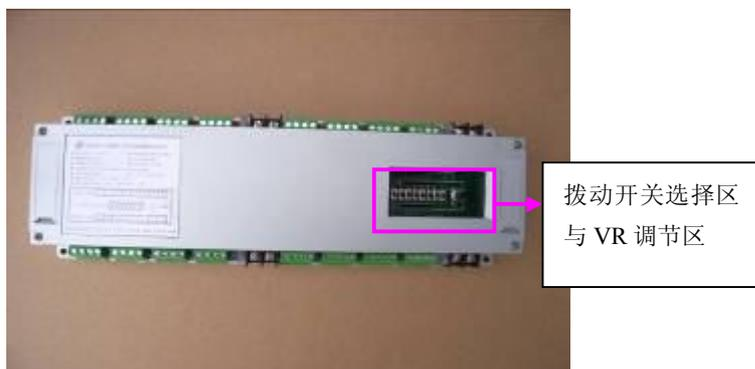

图 1
- 3、开关电源通电后，将拨动开关选择区与 VR 调节区的盖打开，然后通过拨动开关选择所需要的程度跑法，可选择 1 种或多种跑法（可任意组合），拨动开关拨到“ON”为已选择，拨动开关拨到“OFF”为不选择。见（图 1）